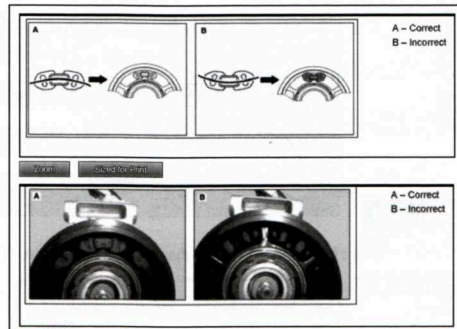

Fig.1
- 7 Now install the rubber dampers to the new pulley as indicated in fig. 1. Pay attention that the dampers' curved sides should point upwards and not downwards. They must also be attached across the pulley's ribs instead of between the ribs.
- 7 Bringen Sie jetzt die Gummi Dämpfer an die neue Riemenscheibe an (siehe Fig. 1). Diese Dämpfer sollten mit der gerundeten Fläche nach oben- also nicht nach unten- eingebaut werden. Achten